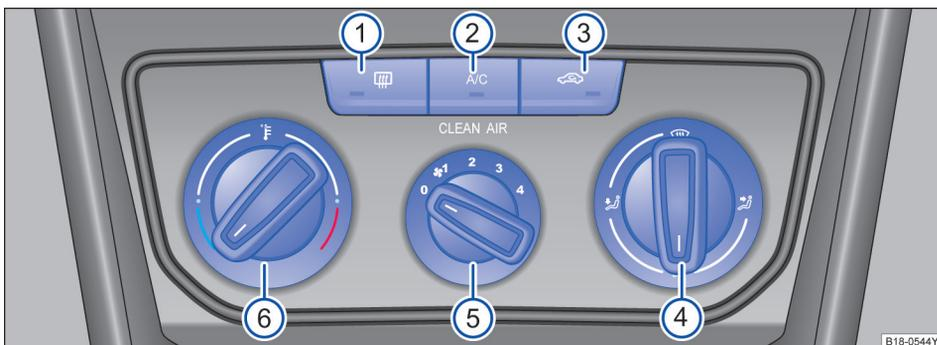

图 149 中控台上：手动空调的操作元件
按压按钮 \Rightarrow 图 149③，即可打开或关闭空气内循环模式。如果此按钮中的指示灯亮起，说明其处于打开状态。